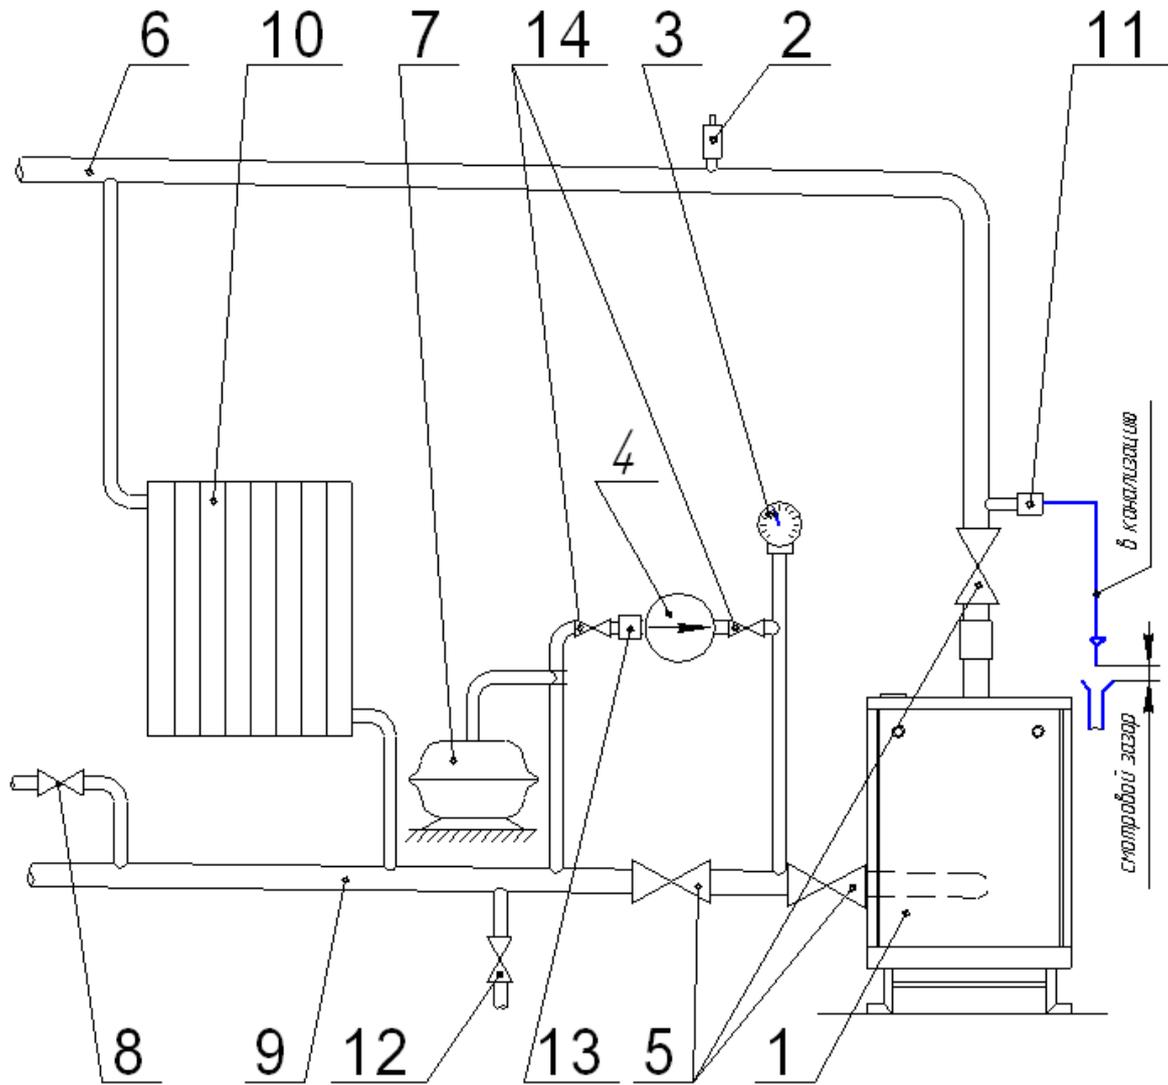

Рис. 11. Рекомендуемая схема разводки отопительной системы с принудительной циркуляцией воды.
**ВНИМАНИЕ!** Во избежание выхода стального теплообменника из строя, «теплого удара», запрещается подпитывать систему холодной водой на входе в разогретый котел. В случае, если система отопления устроена с подпиткой на входе в котел (в обратную трубу), подпитку необходимо производить после остывания котла до температуры не более 30 °С. В системах непрерывного действия с принудительной циркуляцией воды подпитку необходимо делать на выходе из котла (см. рис. 11), в гравитационных системах – в нисходящий участок «прямой» трубы или в расширительный бак (при отсутствии водопровода холодной воды).